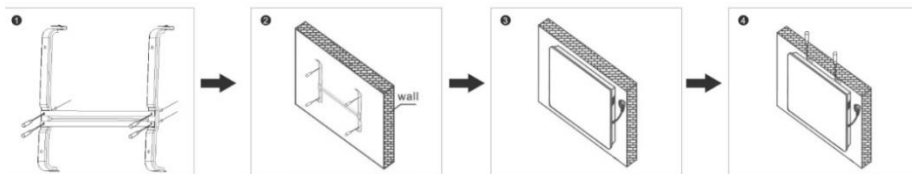

Fig. 2 Wandmontage
3. Monteer de beugel aan de wand met behulp van de meegeleverde wandbevestigingskit. Boor gaten met de vereiste diameter overeenkomstig de bevestigingsmarkeringen, breng de pluggen aan, bevestig de beugel en draai de schroeven vast, waardoor de beugel aan de wand wordt bevestigd (**Fig. 2, p. 1,2**).
4. Hang het apparaat aan de beugel door de beugel uit te lijnen met de gaten aan de achterkant van het apparaat (**Fig. 2, p. 3**).
5. Draai de schroeven aan de bovenkant van de beugel vast om de convector te bevestigen (**Fig. 2, p. 4**).